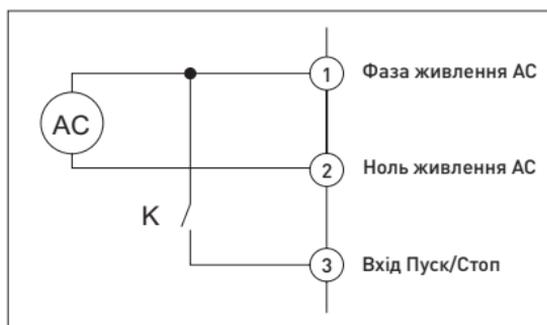

Рис. 6. Схема керування з напругою живлення 100-240 В АС
6.3.4 На Рис. 6 показано схеми керування пуском і зупинкою ППП зовнішніми кнопками та приладами. Для запуску ППП необхідно замкнути клеми 1 і 3, для зупинки ці клеми мають бути розімкнуті.